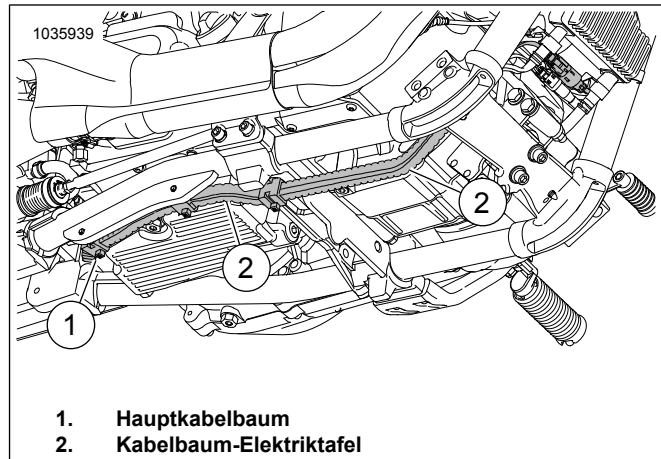

Abbildung 44. Kabelbaum-Elektriktafel
14. Siehe Abbildung 44. **Vordere Lambdasonde (langes Kabelbaumkabel):**
- b. Den Hauptkabelbaum (1) finden, der zur Kabelbaum-Elektriktafel (2) führt.
- c. Den Kabelbaum entlang der Hauptkabelbaum-Elektriktafel (2) zum Steckverbinder der vorderen Lambdasonde verlegen.
- e. Bei Bedarf den Kabelbaum an der Innenseite der Kabelbaum-Elektriktafel (2) mit Kabelbindern befestigen.